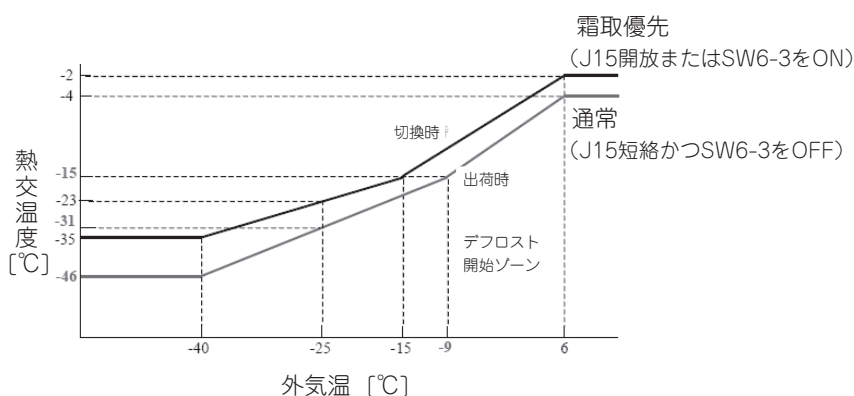

図1-1 温度センサによるデフロスト開始条件
- 熱交入口温度センサ（Tho-R1,2）のうち低い方が、30 秒間連続して外気温センサによって定まるデフロスト開始温度以下になった場合（図 1-1）